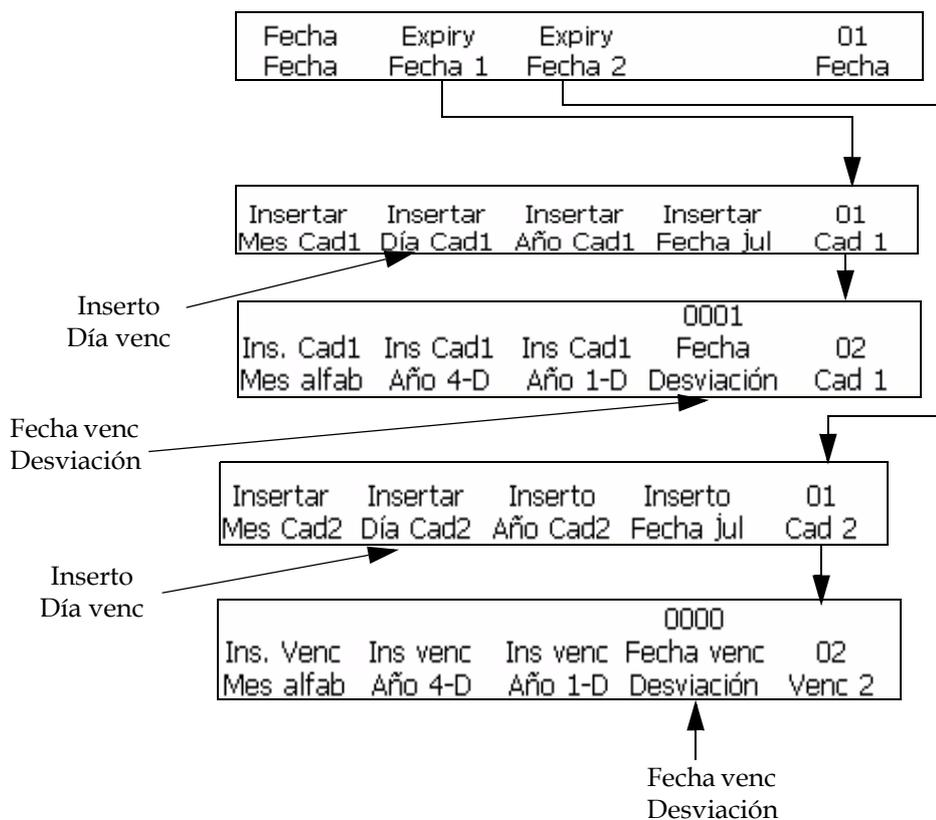

Figura 5-44: Marcos <01 Exp 1> y <01 Venc 2>
- 1 Comience en el marco <01 Exp 1> (01 Edición > 02 Edición - Insertos > 01 Inserto - Fecha > 01 Fecha - Expiry Dates 1 > 01 Exp 1). Consulte la Figura 5-44.
- Pulse la tecla F5 para ir al marco <02 Venc 1>. Consulte la Figura 5-44.